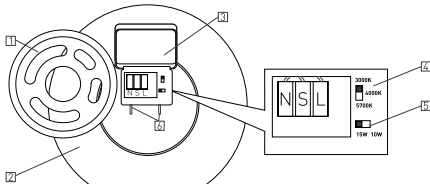

Рис. 1. Установка и настройка светильника
- 3.2. Перед установкой светильника следует настроить требуемый режим работы. Для этого предусмотрены DIP-переключатели режима мощности [5] и переключатель ССТ [4], расположенные внутри светильника. Для доступа к ним необходимо снять монтажное основание [1], повернув его против часовой стрелки относительно корпуса светильника [2] (см. рис. 1), и открыть крышку коммутационного отсека [3], зажав держатели [6] и поднимая крышку [3] вверх.